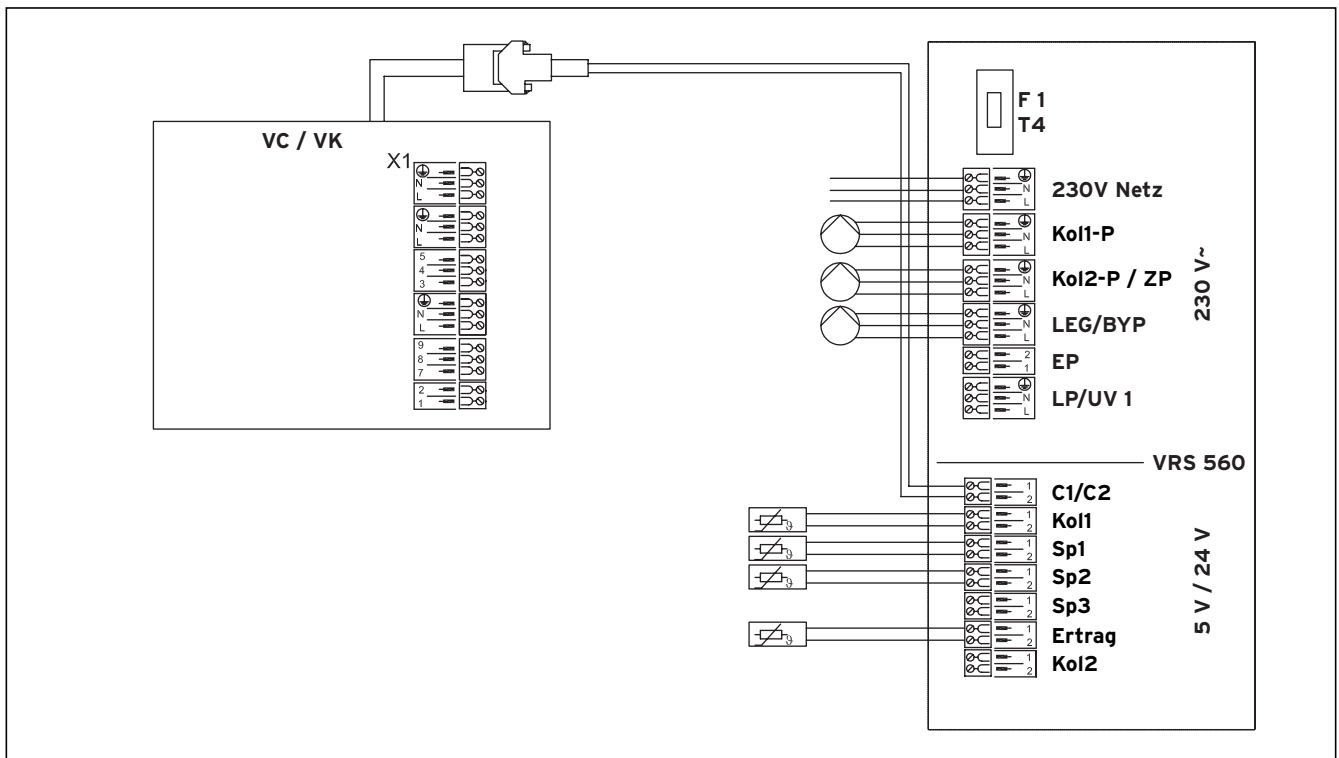

Abb. 5.2 Anschlussplan für Hydraulikplan 1
**Tab. 5.2 Legende zur Abb. 5.1 und Abb. 5.2**
**Tab. 5.2 Legende zur Abb. 5.1 und Abb. 5.2 (Fortsetzung)**